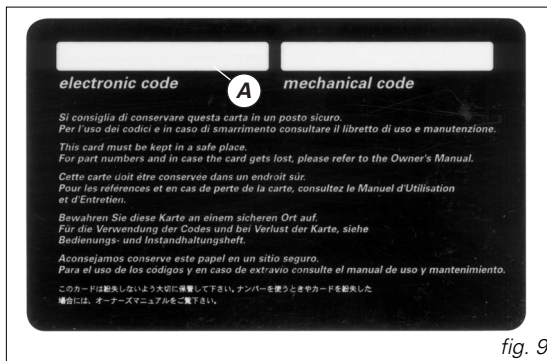

fig. 9
A) (fig. 9) le code électronique, à utiliser en cas de blocage du moteur et donc de démarrage raté après avoir mis la **clé sur ON**.